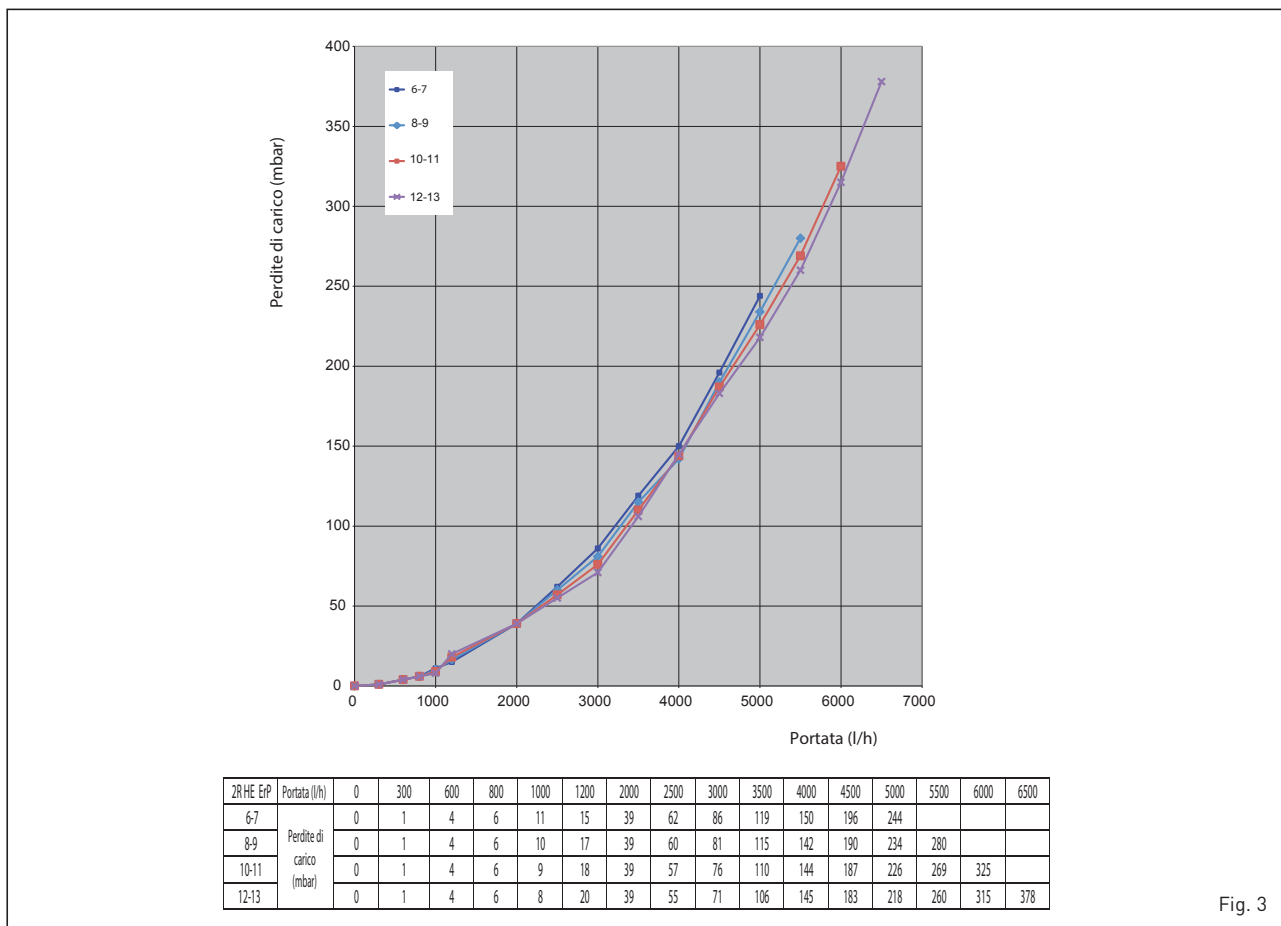

Fig. 3
1.4 PÉRDIDA DE CARGA DEL CIRCUITO DE LA CALDERA (fig. 3)